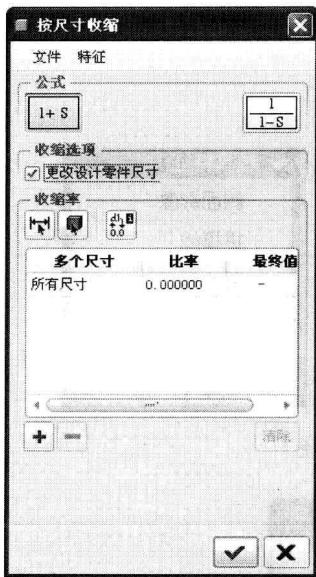

图 1-19 “按尺寸收缩”菜单
- (1) 在“收缩”菜单选择“按尺寸”，打开如图 1-19 所示的“按尺寸收缩”菜单。
(2) 设置收缩率有两种方法： $1+S$ 和 $1/(1-S)$ 。 S 为正值时表示放大，为负值时表示缩小。
(3) 在使用按尺寸方式对参照模型设置收缩率时，收缩率也会应用到设计模型上，从而使设计模型尺寸受到影响，所以采用按尺寸方式收缩，可在图 1-19 对话框中取消“更改设计零件尺寸”选项，使设计模型恢复到没有收缩的状态。